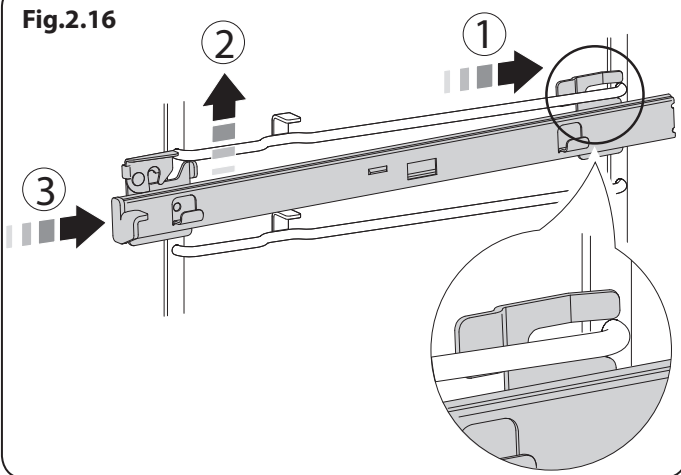

Fig.2.17
2. Obs: För att underlätta avlägsnandet av hyllan kan du infoga ett lämpligt platt verktyg genom öppningen i sidan av löparna och häva fritt räcket (Fig.2.17).